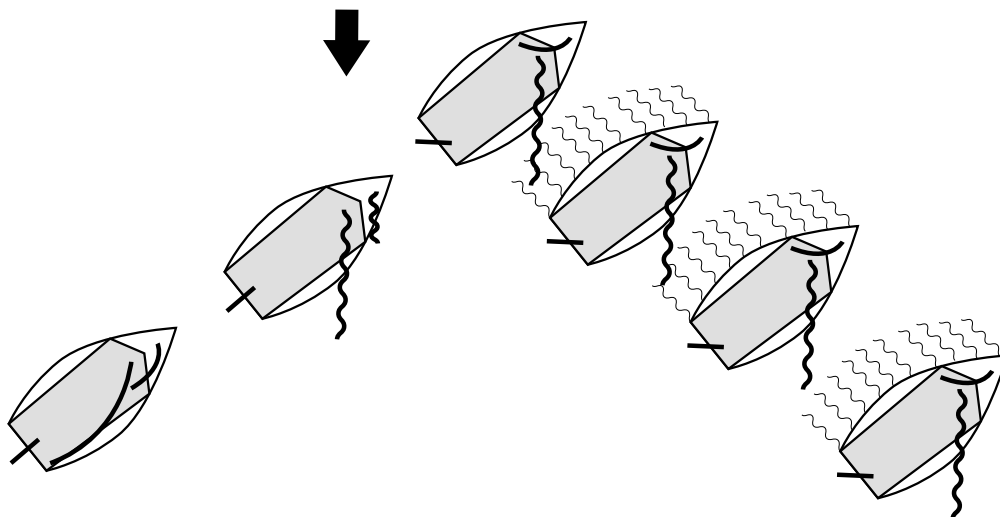

Fig. 40: bijdraaien vanaf een bijdewindse koers
1.2.12 BIJDRAAIEN (FIG. 40)
Bijdraaien vanaf een bijdewindse koers: (fig. 40)